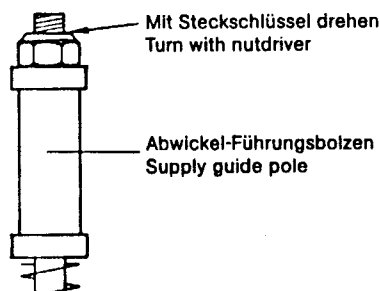

Fig. 4.22 Abwickel-Führungsbolzen einstellen
2. Mit einem Steckschlüssel die Höhe des Führungsbolzens einstellen, bis das Band glatt läuft (Fig. 4.22 und 4.19). Bei zu großen Abweichungen, Höhe des Abwickeltellers, Bandzug-Fühlstift und übrige Mechanik auf der Abwickelseite prüfen.
2. Adjust the height of the guide pole with a socket spanner until the tape runs smoothly (Figs. 4.22 and 4.19). If the variation is too great, check the height of the reel disk, tension pole and the other mechanical components on the tape supply side.